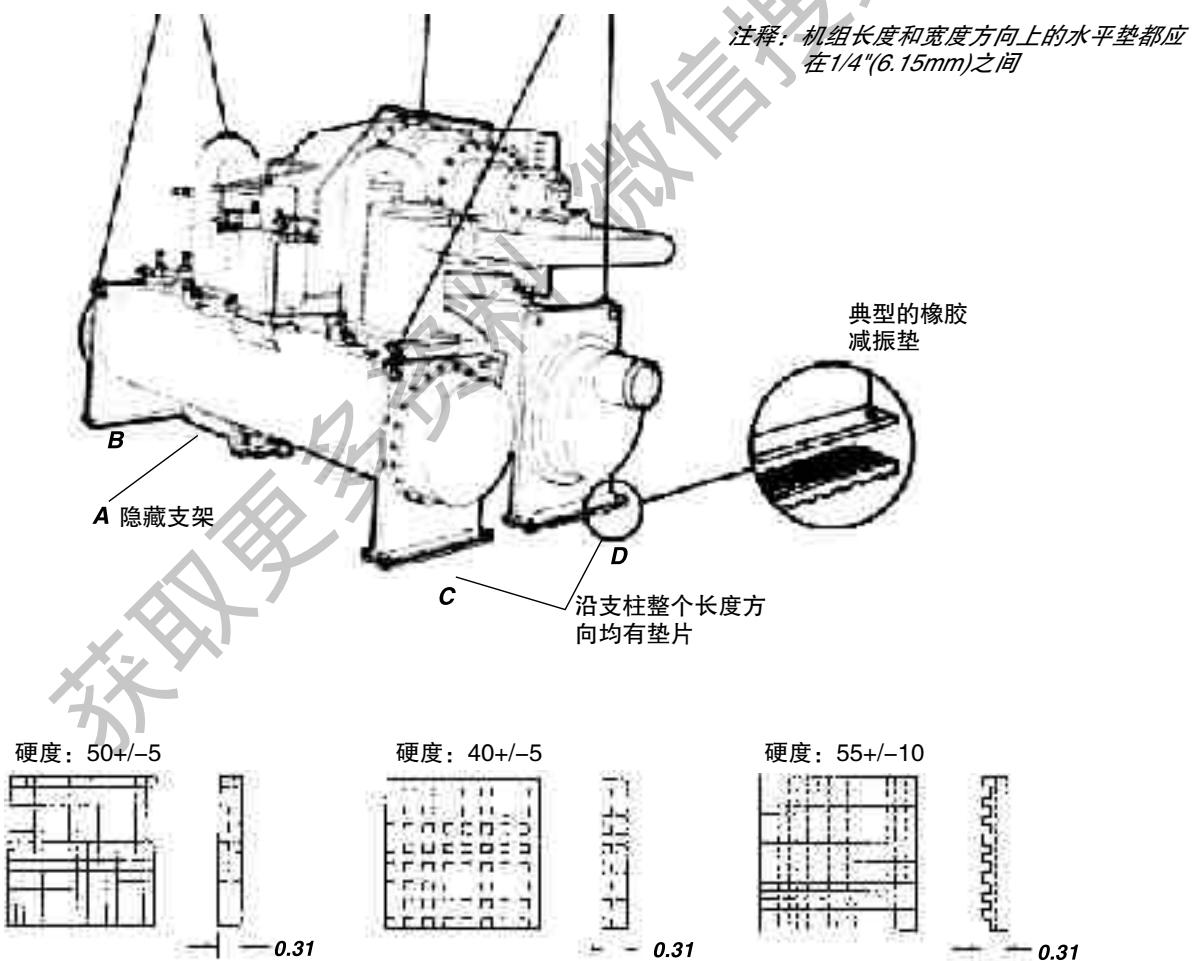

图7 减振垫位置
7.在机组最终定位时，将减振垫放在蒸发器和冷凝器管板支撑脚下，见图7。按照下一段描述的方法调整机组水平。
注意：如图7所示，减振垫的硬度值是其弹性变形量。